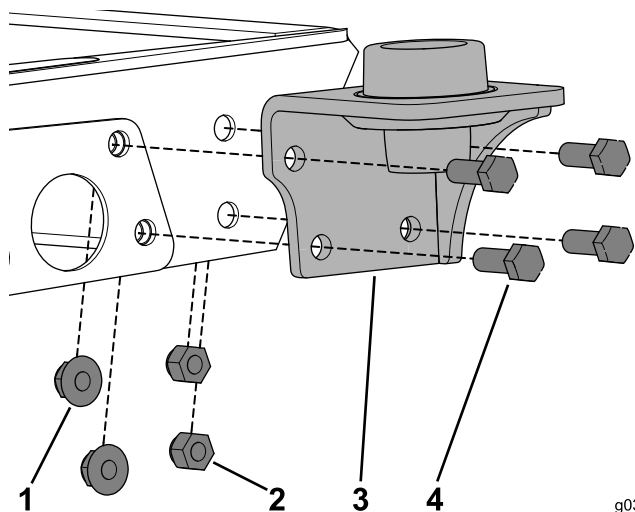

图18
1. 拆下现有的五金件，用 4 个螺栓（3/8 x 1 英寸）、2 个凸缘螺母和 2 个锁紧螺母将底座固定到机器上（图18）。